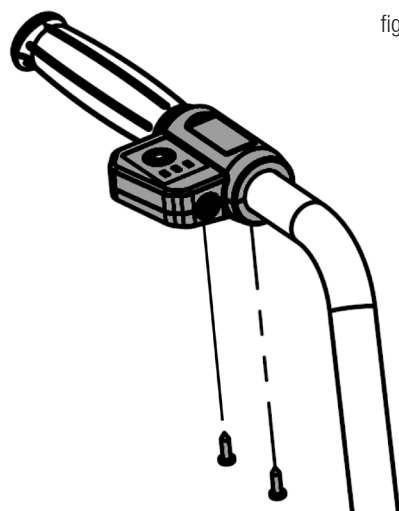

fig. 4
4. Montez le panneau de commande comme indiqué sur la fig. 4.